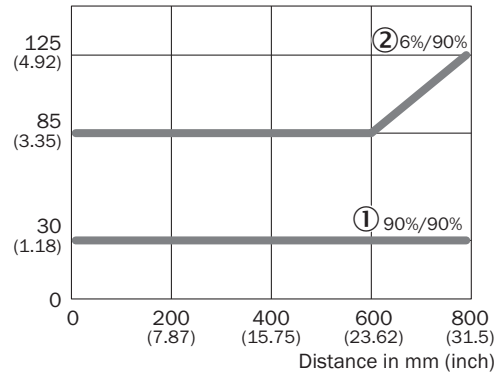

図 53: 対象物から背景への最小距離
5. 検出距離および対象物または背景への距離、ならびに対象物の反射率に注意してください。参照 図 53, ページ 148